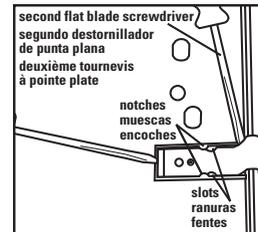

Fig. 4
5. Insert second flat blade screwdriver between the side wall and the spring unit. While lifting the back above the plastic button use the second screwdriver to pry the spring toward the back until the slots in the spring slide even with the plastic notches. At this point the spring can be removed. **(Fig. 4)**
5. Introduzca la punta de otro destornillador de punta plana entre la pared lateral y la unidad del muelle. Mantenga la parte posterior levantada sobre el botón de plástico y empuje hacia atrás el muelle haciendo palanca con el otro destornillador hasta que las ranuras del muelle se deslicen y se alineen con las muescas de plástico. A continuación extraiga el muelle. **(Fig. 4)**
5. Insérer un deuxième tournevis à pointe plate entre la paroi latérale et le cadre du ressort. Tout en soulevant la partie arrière au-dessus du bouton de plastique, utiliser le deuxième tournevis pour écarter le ressort vers l'arrière jusqu'à ce que les fentes du ressort soient à égalité avec les encoches de plastique. À cette étape, le ressort peut être retiré. **(Fig. 4)**